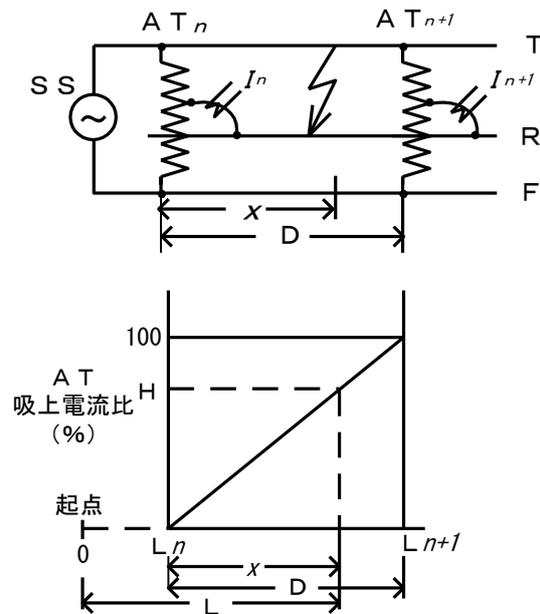
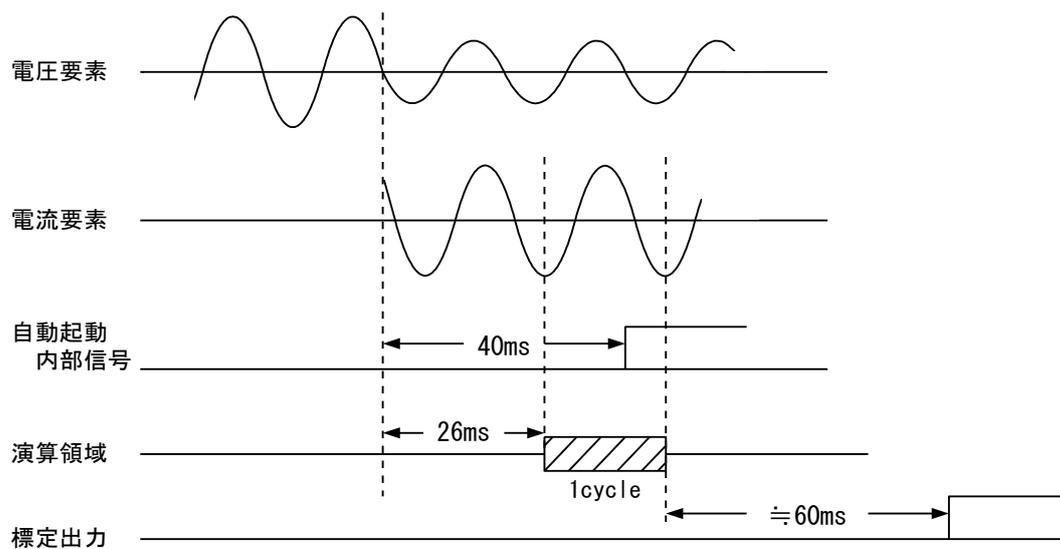
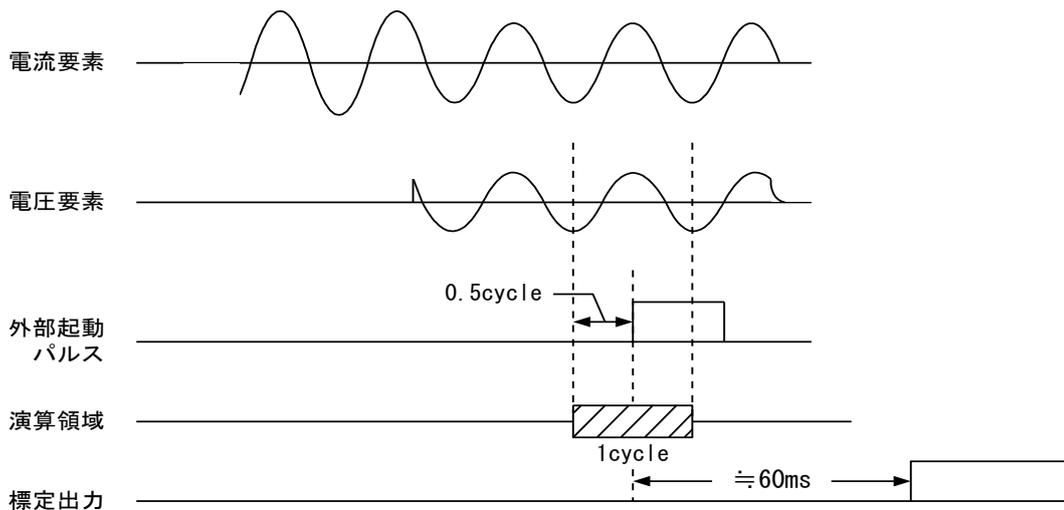

図1 故障点標定原理
図 4. 自動起動タイムチャート
図 5. 外部起動タイムチャート
付図1 ロケータ相互接続図
これは故障点をはさむ AT の吸上電流比は、距離に対し直線的な関係を示す原理のよるもので、図 1 に原理図を示します。
総合および各部のブロックダイアグラムは付図1に示します。
送量符号	<p>遠制装置および配電盤との接点授受およびコード表は付図 4 によることとし、補助符号の内容は図 (1) による。</p>  <p style="text-align: center;">図 (1)</p>
ロケータ相互接続図を付図 1 に、計測部ブロック図を付図 2 に、ロケータインタフェイスを付図 3 に、遠制装置～ロケータインタフェイス図を付図 4 に、パルス発生部接続図を付図 5 に示します。
デジタルロータリスイッチ設定 = '6' の例を図 5 に示します。
自動または外部起動により計測部が動作すると、付図 4 の遠制装置～ロケータインタフェイスの内容に従って計測データを送量します。
パルス発生部の回路図(ブロック図)を付図5に示します。